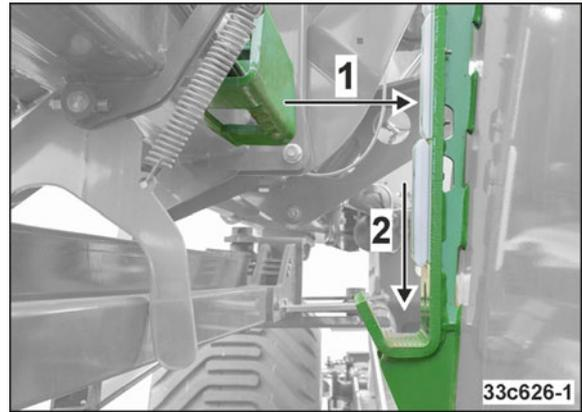

Fig. 231
- o les bras de la machine (Fig. 231/1) reposent sur les patins de glissement (Fig. 231/2) des crochets de verrouillage.